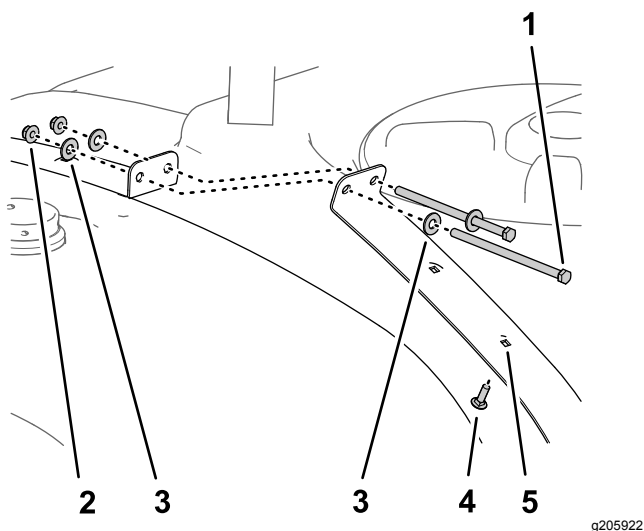

Рисунок 28
1. Выверните 2 болта (3/8 x 7 дюймов) с 4 шайбами (3/8 дюйма) и 2 контргайками (3/8 дюйма), которые крепят передние половины хомута бака опрыскивателя (Рисунок 28).
2. Вставьте каретный болт (5/16 x 1 дюйм) во второе отверстие в половине хомута, как показано на Рисунок 28.
3. Установите 2 передних половины хомута с помощью 2 болтов, 4 шайб и 2 контргаек, снятых при выполнении пункта 1, и затяните болты и гайки от руки (Рисунок 28).